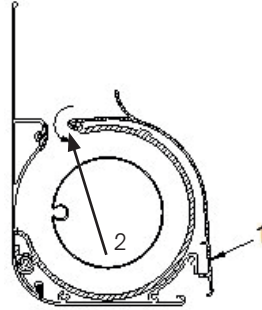

Abb. 15: Demontage Boden
- » Lösen Sie Schraube (1 – Abb. 15)
- » Drücken Sie Leitschale etwas nach oben (2 – Abb. 15) und nehmen den Boden herunter